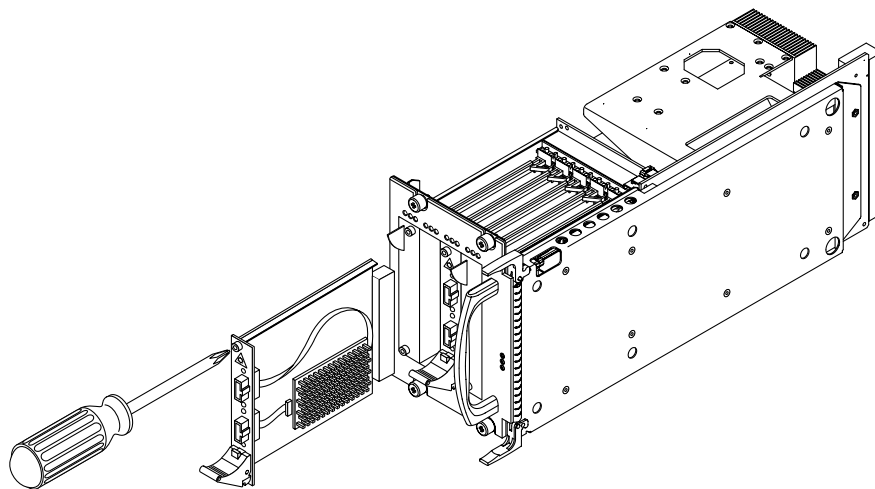

図 2-7 Sun Fire 6800 システムの Sun Fire Link アセンブリ内の Sun Fire Link 光モジュールの交換
4. 光モジュールの側面または正面パネルを持ち、2つのガイドの間の溝にスライドさせます (図 2-7)。